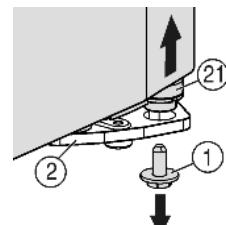
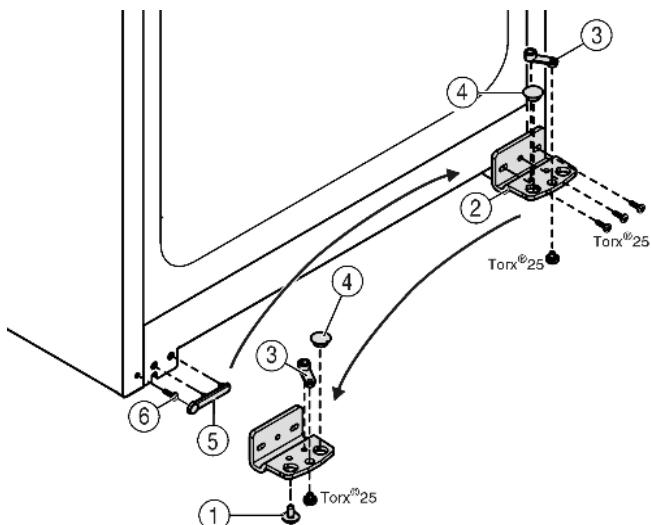

Fig. 5
Fig. 6
- Внизу справа на опорном кронштейне выкрутите фиксирующий винт Fig. 5 (1).
- Опорный палец Fig. 5 (21) можно извлечь из опорного кронштейна Fig. 6 (2).
- Сли установочный винт Fig. 5 (21) не откручивается, его можно вынуть, нажав на него снизу.
- ▶ Открутите опорный кронштейн Fig. 6 (2).
- ▶ Открутите опорную деталь Fig. 6 (3) и, переставив в отверстие на противоположной стороне опорного кронштейна, снова прикрутите.
- ▶ Извлеките заглушку Fig. 6 (4) из опорного кронштейна и переставьте ее в отверстие на противоположной стороне опорного кронштейна.
- ▶ Осторожно снимите крышку со стороны ручки Fig. 6 (5).
- ▶ Выкрутите болт Fig. 6 (6) и вкрутите на противоположной стороне.
- ▶ Снова установите крышку Fig. 6 (5).
- ▶ Снова прикрутите опорный кронштейн Fig. 6 (2) на новой стороне шарнира (**с моментом 4 Нм**). При необходимости используйте аккумуляторный шуруповерт.
- ▶ Вкрутите фиксирующий винт Fig. 5 (1) внизу в опорный палец и затяните (**с моментом 4 Нм**).